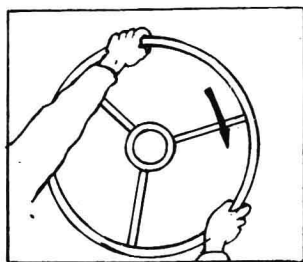

图 1-3 左手推右手拉
(1) 汽车在平直道路上行驶时，两手操纵方向盘动作要平稳，避免不必要的晃动。转向时两手要互相配合，一手拉动，一手推送，做到均匀柔和，并根据转向的多少，恰到好处地转动方向盘。
(2) 急转弯时，需要连续快速转向，可用两手交替轮换操纵方向盘，以加快转弯动作。具体操作方法是：向右转弯时，左手向右推送，右手顺势下拉，当左手转动方向盘至 3~4 时位置时，右手迅速握住 12 时左右位置（图 1-3、图 1-4）接力拉动，同